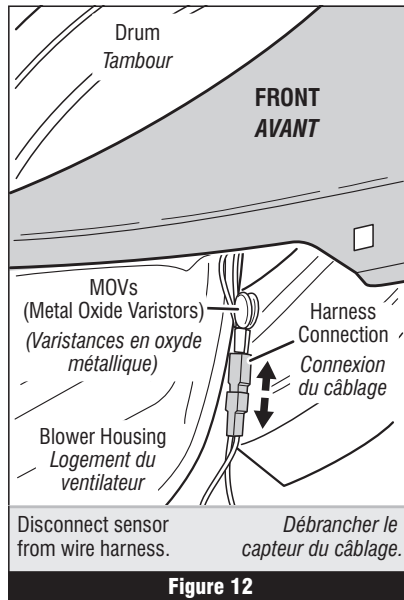

Figure 12
4. Access the moisture sensor wires by removing the toe panel. See Removing the Toe Panel, page 13. Disconnect the sensor wires from the harness. See figure 12.
6. Access the moisture sensor by removing the toe panel. See Removing the Toe Panel, page 13. Disconnect the sensor from the wire harness. See figure 12.
4. Accéder au câble du capteur d'humidité : ôter d'abord le panneau de plinthe. Voir Dépose du panneau de plinthe, page 13. Déconnecter du câblage les conducteurs du capteur. Voir figure 12.